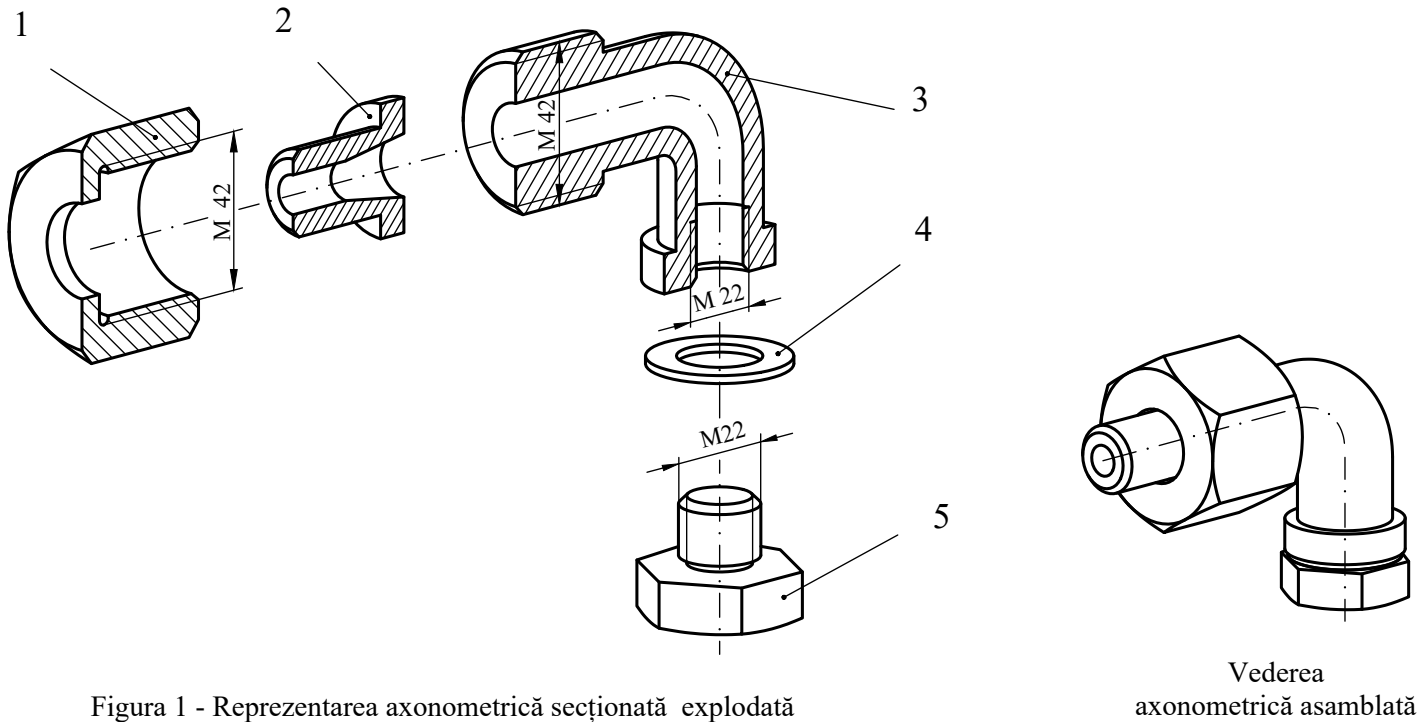

Figura 1 - Reprezentarea axonometrică secționată explodată
1. Să se realizeze asamblarea secționată (proiecția principală) și vederea laterală a reperelor reprezentate explodat din figura 1. Se vor respecta valorile cotelor indicate în figură, toate celelalte dimensiuni se vor alege constructiv.
2. Să se realizeze desenul de execuție al reperului 3 din componența ansamblului reprezentat în figura 1. Toate cotele neprecizate se vor alege constructiv.